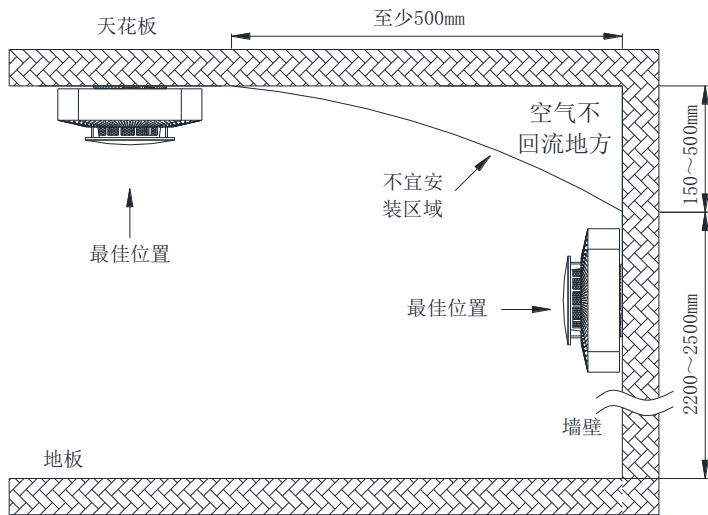

图2 平顶房探测器安装位置示意图
- ① 安装于房顶时:探测器的边缘应距任何一面墙壁不小于500mm (如图2所示)。
- ② 安装于墙壁时:探测器最佳安装高度 2.2~2.5m,距顶端 150~500mm (如图2所示)。此安装方法适用于室内面积小于 30m²的场所。